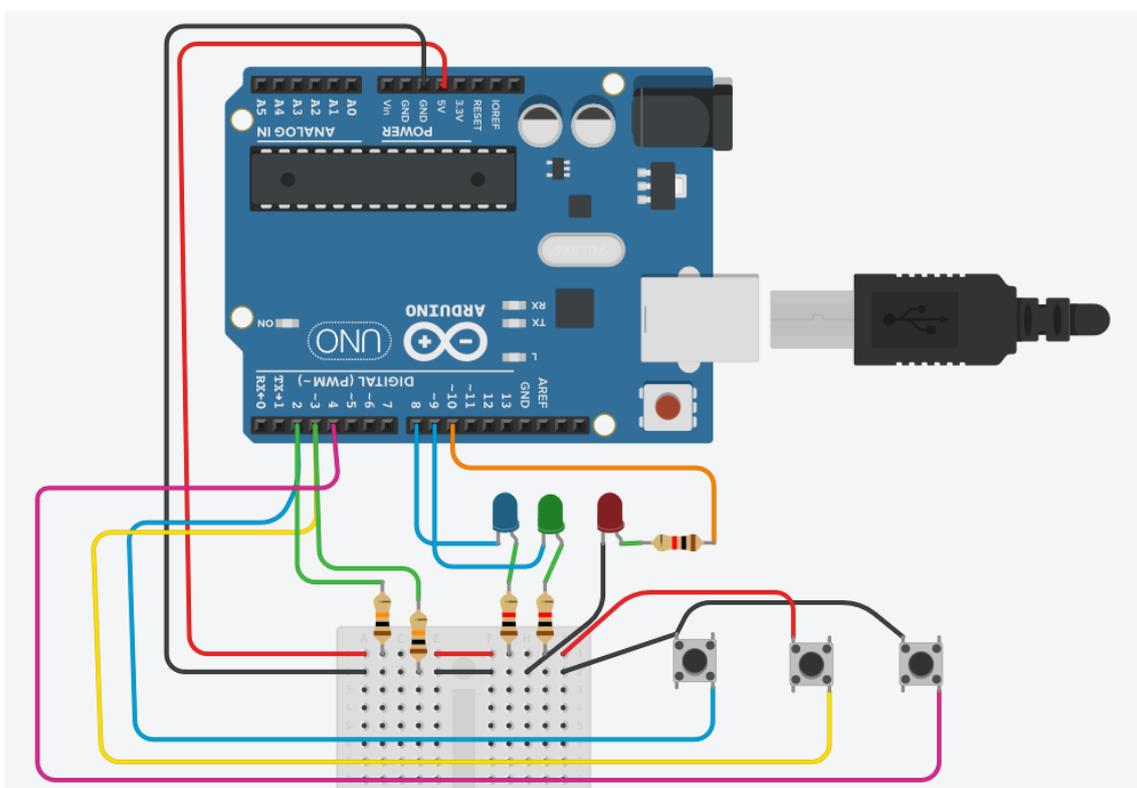

FIGURE 9 – Un câblage
On considère le câblage illustrée par la figure 9 :
1. Se connecter à <https://www.tinkercad.com/> afin de récupérer le circuit correspondant à la figure 9. Il est accessible